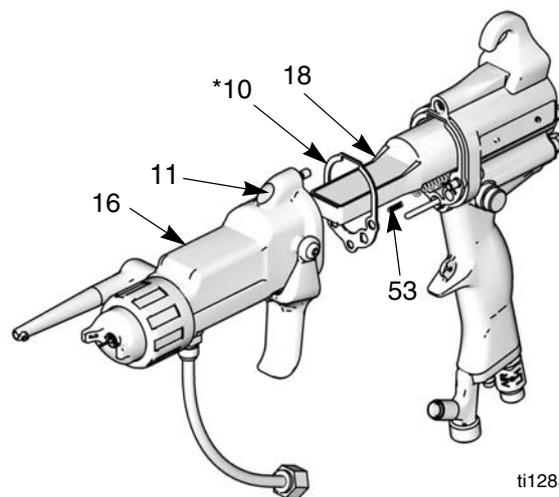

Fig. 17. Instale a base
1. Verifique se a junta (10*) e mola de aterramento (53) estão no lugar. Verifique se os orifícios de ar estão alinhados correctamente. Substitua-a se estiver danificada. Consulte FIG. 17.
2. Coloque a base (16) na fonte de alimentação (18) e no cabo da pistola (17).
3. Aperte os três parafusos (11) de forma oposta e regular (aproximadamente depois da metade do ajuste).